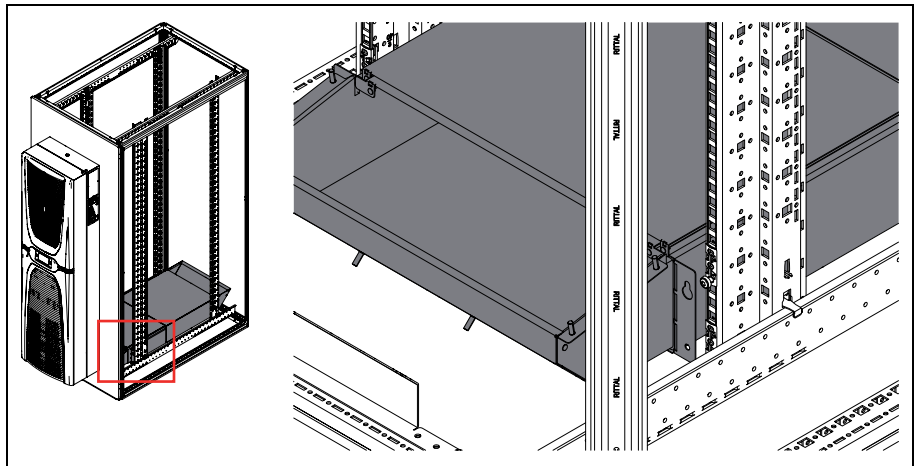

Abb. 12: Einhängen Luftkanal hinten
- Hängen Sie den Luftkanal analog wie auf der Rack-Vorderseite über die Schlüssellöcher auf die vorab eingedrehten Schrauben ein (Abb. 12).